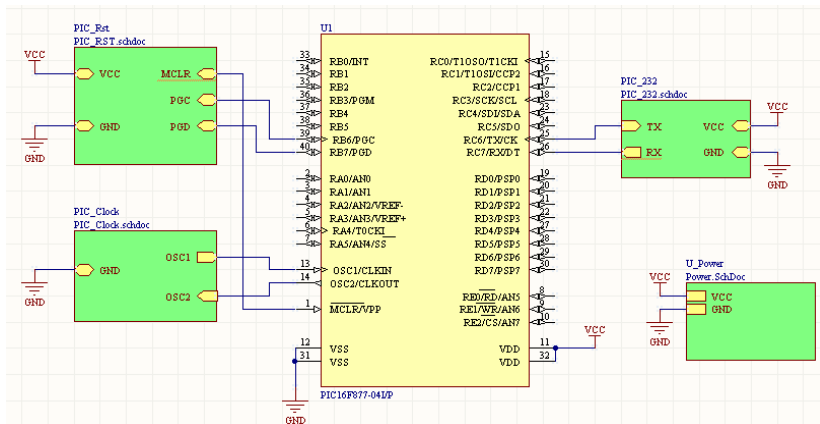

图 4.23 完成的电路图
(8) 在“PIC_top.SchDoc”文件中绘制电源网络节点，将子图符号连接到电路中，完成的电路图如图4.23所示。